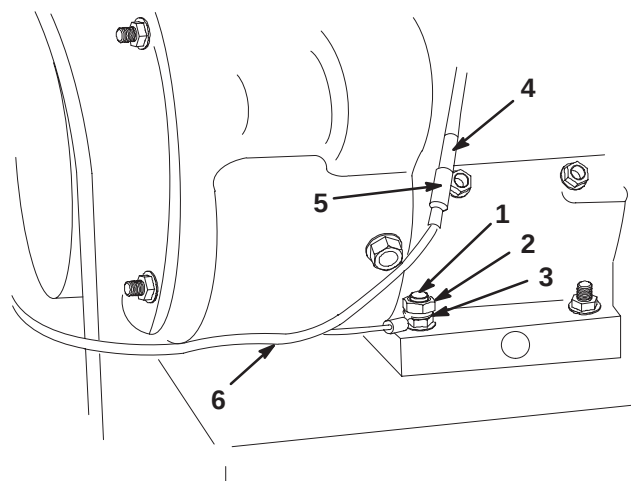

Bild 1
1. Befestigen Sie den Ringpol des Kabelbaums mit einer gezackten Bundmutter aus dem Kit an der rechten hinteren Motorbefestigungsschraube (Bild 1).
Hinweis: Positionieren Sie den Ringpol so, dass der Kabelbaum zum Heck der Schneefräse verlegt ist (Bild 1).
2. Nehmen Sie den Gummischuh vom Lichtmaschinenanschluss ab, der über dem Elektrostart hängt (Bild 1).
3. Befestigen Sie den Kabelbaumanschluss am Lichtmaschinenanschluss (Bild 1).